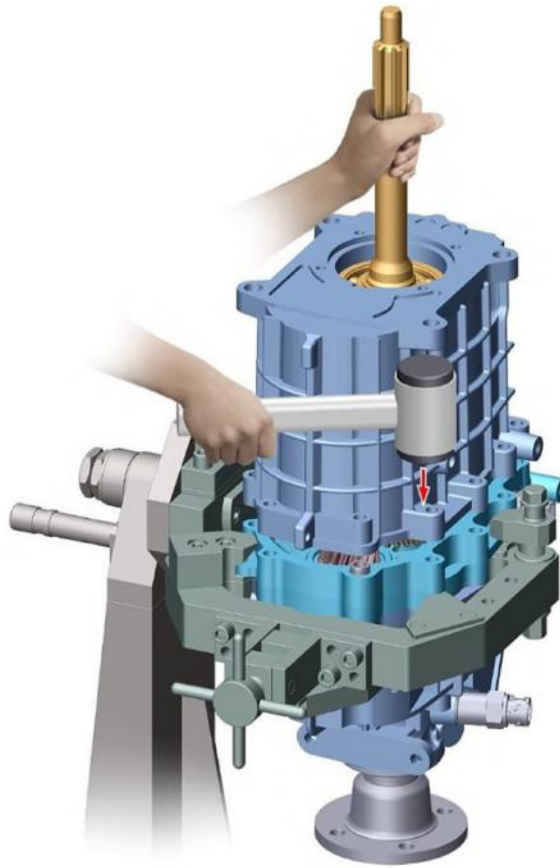

Рис. 3.25. Установка переднего картера
- удерживая постоянно первичный вал в крайнем верхнем положении (вытягивая его вверх), установить передний картер на шариковый подшипник первичного вала, а штоки переключения - в отверстия переднего картера, совместив установочные втулки на пластине с соответствующими отверстиями в переднем картере (рис. 3.25) (эту операцию целесообразно проводить вдвоем);